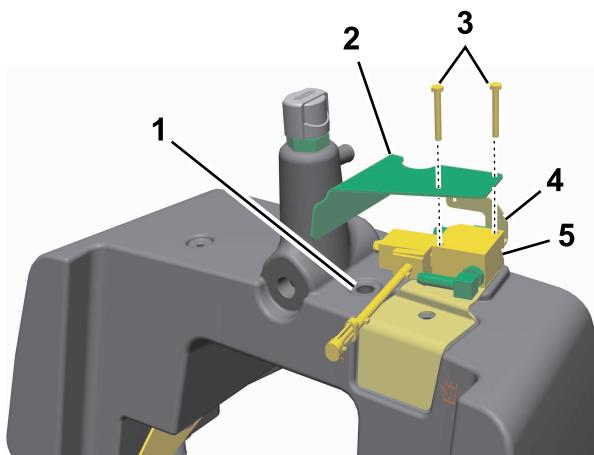

Figura 5
- Instale el acoplamiento hidráulico de 90 grados con reborde en el depósito hidráulico principal (Figura 5).